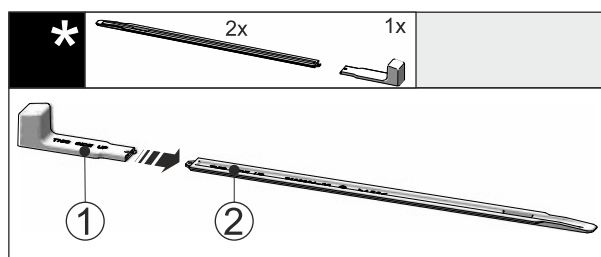

Fig. 43
- ▶ Steek de montagegreep Fig. 43 (1) op de nivelleerrail Fig. 43 (2).